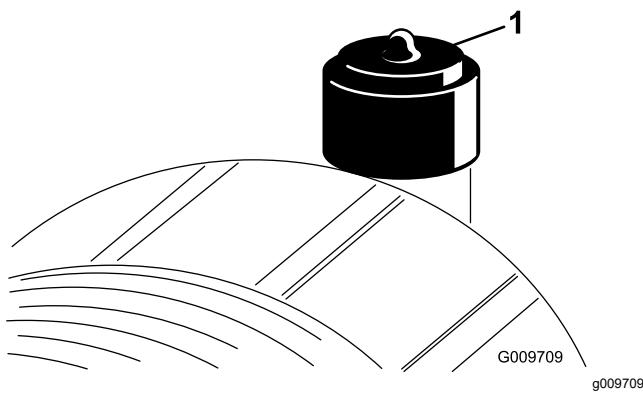

Bild 48
Warten Sie den Luftfilter nur, wenn die Wartungsanzeige dies angibt (Bild 48). Das frühzeitige Auswechseln des Luftfilters erhöht nur die Gefahr, dass Schmutz in den Motor gelangt, wenn Sie den Filter entfernen.
6. Stellen Sie die Anzeige (Bild 48) zurück, wenn sie auf Rot steht.